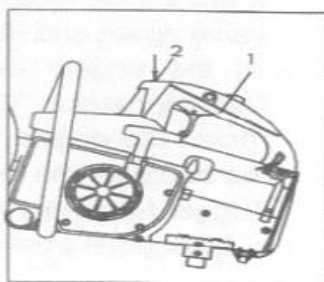

Fig. 8
4. Oprirea de urgență (ref. Fig. 8)